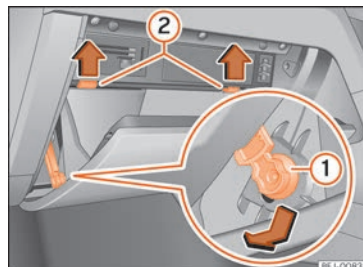

Abb. 50 Handschuhfach (Rechtslenker): Zugang zum Sicherungskasten.
- Zum Einbauen, Handschuhfach in die geeignete Position bringen. Führen Sie das Halteelement in die Öffnung des Halters ein und verschieben Sie es nach oben bis es hörbar einrastet. Drücken Sie das Handschuhfach vorsichtig über den Widerstand der Anschlagzapfen » Abb. 50 ② hinweg nach vorn.